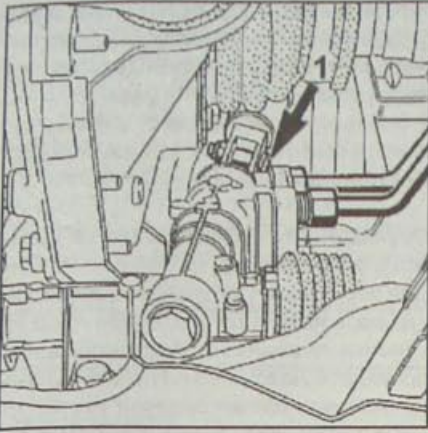

Рис. 10.25. Расположение болта (1) соединения вилки карданного шарнира рулевого вала
- Отверните гайку и болт (1, рис. 10.25) соединения вилки карданного шарнира рулевого вала.